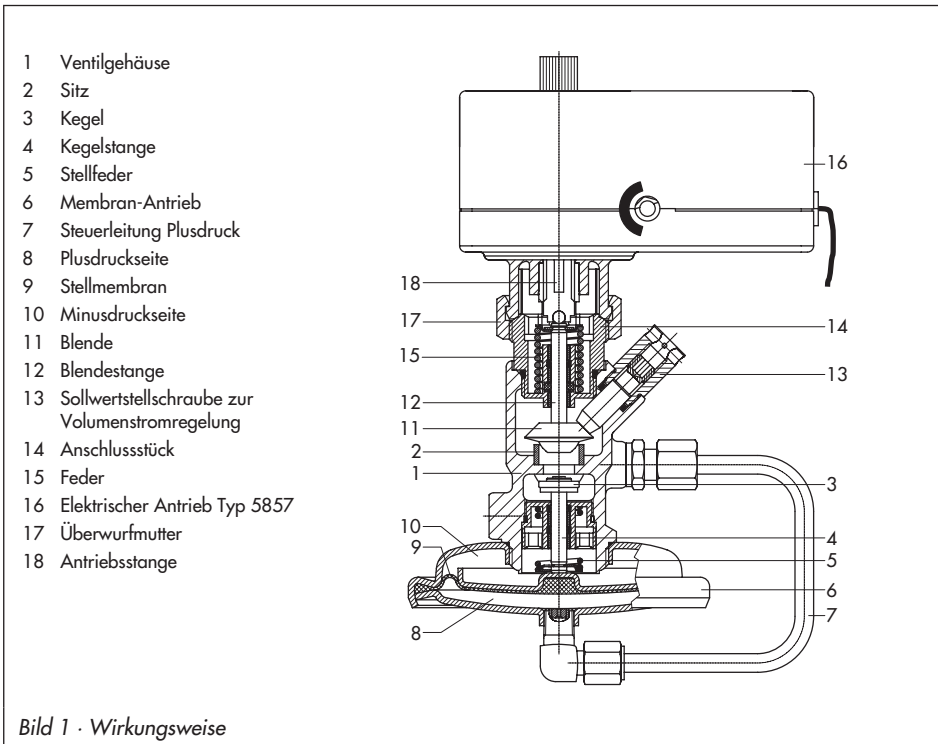

Bild 1 · Wirkungsweise
– Vgl. hierzu Bild 1, Seite 4 –
– Vgl. hierzu Bild 1 und Bild 2 –